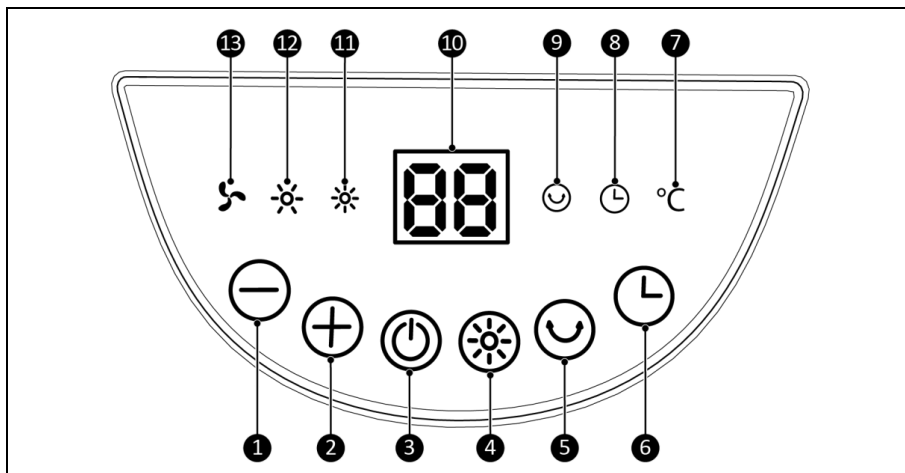
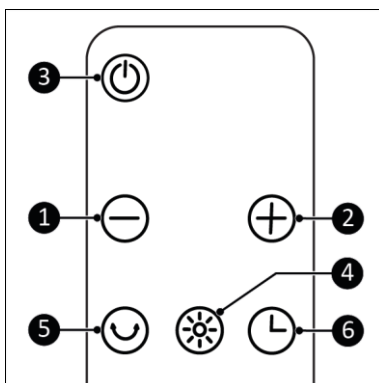

Figure 3
Figure 4
2. Appuyez sur la touche  de l'appareil (figure 3, pos 3) ou de la télécommande (figure 4, pos 3). L'appareil démarre en mode ventilateur. L'écran LED (figure 3, pos 10) affiche la température ambiante. Le témoin de ventilateur (figure 3, pos. 13) s'allume également.
L'écran LED (figure 3, pos 10) affiche la température ambiante mesurée.
L'écran LED (figure 3, pos 10) affiche la température réglée (la valeur affichée clignote pendant quelques secondes). L'écran LED indique ensuite la température ambiante.
1. Appuyez sur la touche  de l'appareil ou de la télécommande pour utiliser la fonction d'oscillation. Le témoin d'oscillation s'allume (figure 3, pos. 9). L'appareil commence à tourner de gauche à droite selon un angle de 90°.
2. Le témoin du ventilateur (figure 3, pos. 13) clignote et l'appareil va se refroidir dans les 30 secondes.
4. Si le témoin de ventilateur (figure 3, pos. 13) s'éteint, l'appareil est en mode de veille.